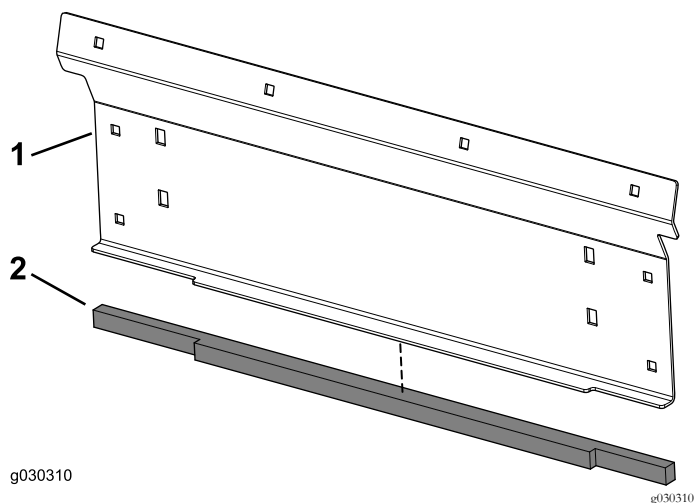

Figure 12
7. Appliquez le joint arrière sur la plaque d'appui inférieure (Figure 12).